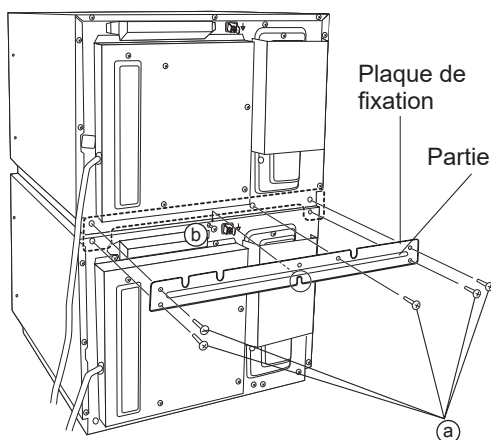

Fig. 1
1. Superposer les fours et retirer les cinq vis (a) comme indiqué sur la Fig. 1.